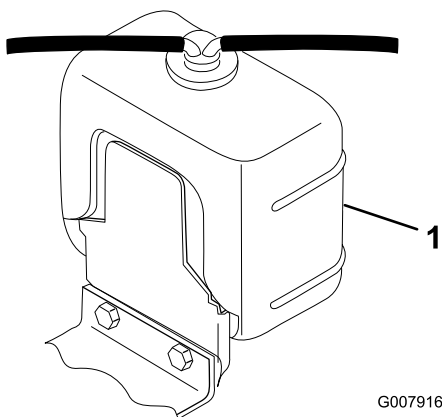

図 31
1. ラジエターと補助タンクのふた（図 31）を注意深く開ける。
2. ラジエターと補助タンク（図 31）の液量を点検する。